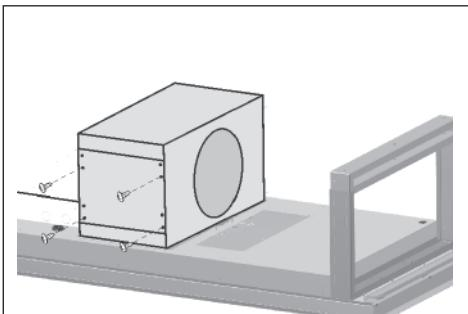

FIG.15
- Enlevez (4) vis des côtés du boîtier du ventilateur (Fig.15).